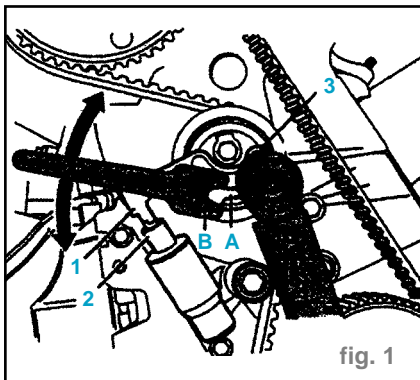

fig. 1
Tourner le dispositif de tension (A) avec une clef (B) vers la droite jusqu'à ce que le piston 1 soit entièrement sorti et que le piston 2 se soulève d'environ 1 mm. Serrer la vis 3 (fig. 1).